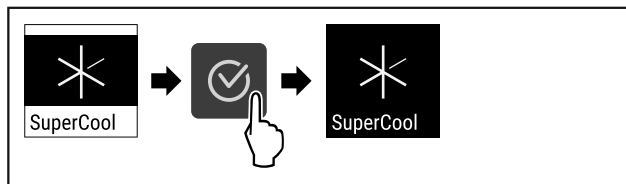

Fig. 91
- ▶ Hajtsa végre a művelet lépéseit (lásd Fig. 91).